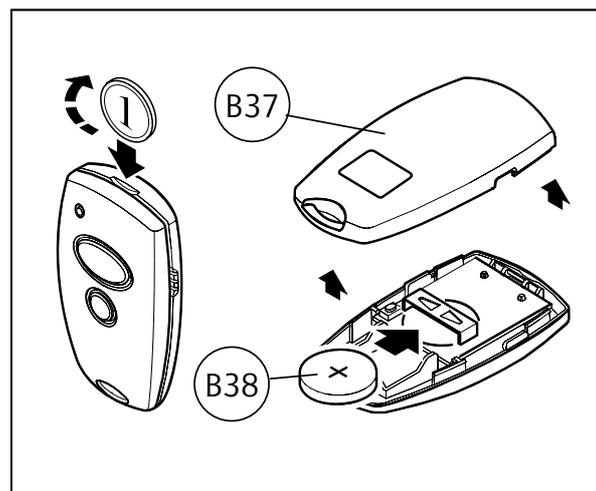

Abb. H.2: Handsender öffnen / Batterie einlegen
- Zum Wechseln und Einlegen der Batterie öffnen Sie den Deckel. Beachten Sie bei dem Batteriewechsel die richtige Polung (Abb.H.2).